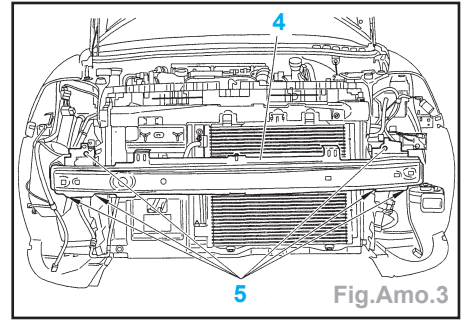

Fig.Amo.3
- les vis (5) et la traverse (4) (Fig.Amo.3).